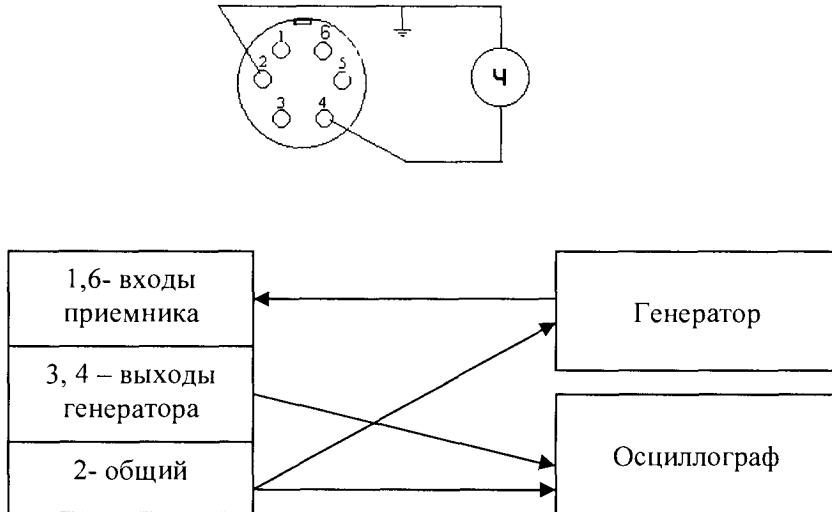

Рисунок 2 - Схема расположения выводов 6-контактного разъема подключения преобразователя
6.4.3 Для дефектоскопа ВЕКТОР-Скан амплитуду определить осциллографом с помощью щупа, подключенного к контактам 1 или 3 и 4 разъема подключения преобразователя (Рисунок 2).